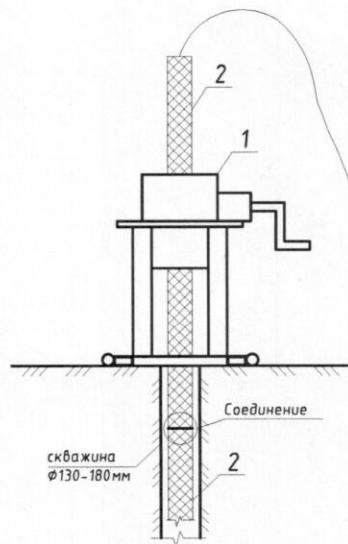

Рис.6. Схема монтажа электродов
6.3. Сборку и спуск вертикальных анодных заземлителей производят последовательно, наворачивая следующий электрод на предыдущий. Спуск заземлителей на глубину до 5 м производится вручную, а более 5 м - с помощью установки для погружения электродов (черт. 7.0201СБ) рис.6.